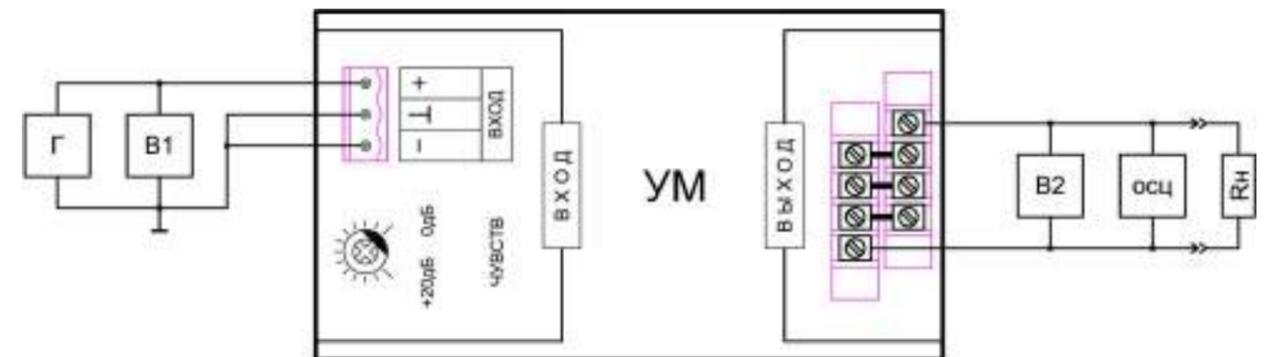
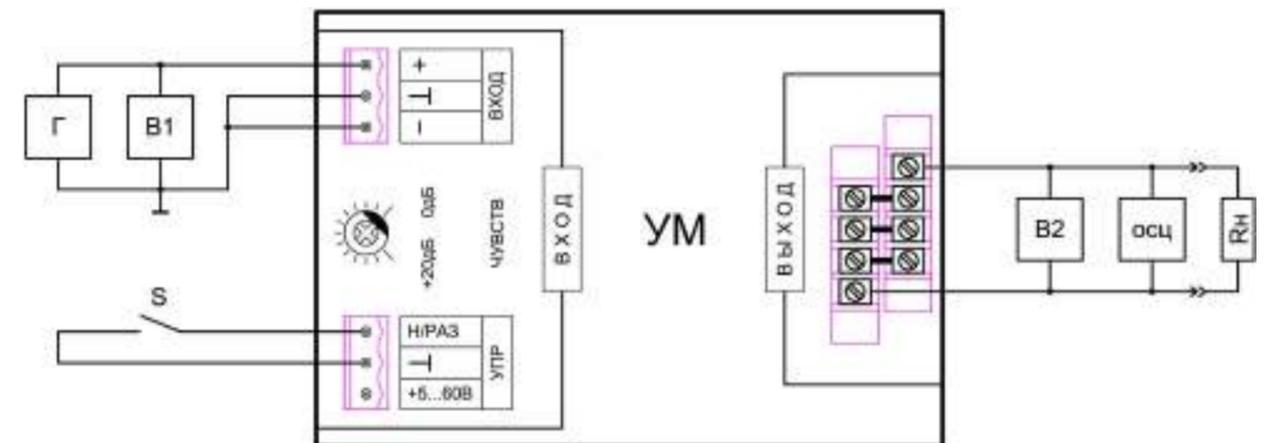

Рис.4 Схема измерений по входу **ВХОД 1**.
Рис.5 Схема измерений по входам **ВХОД 2** и **ВХОД 3**.
- 10.4. Измерения проводят по несимметричной схеме подачи входного сигнала, приведенной на рис. 4 и рис. 5. Генератор сигналов подключают поочередно ко входам 1, 2 и 3, подавая сигнал на контакты, обозначенные знаком «+», а контакты, обозначенные знаком «-» соединяют с общим проводом. При подаче сигналов на вход 2 и 3 с помощью переключателя S подают сигналы управления для активации этих входов (см. п.п. 9.5., 9.6.)